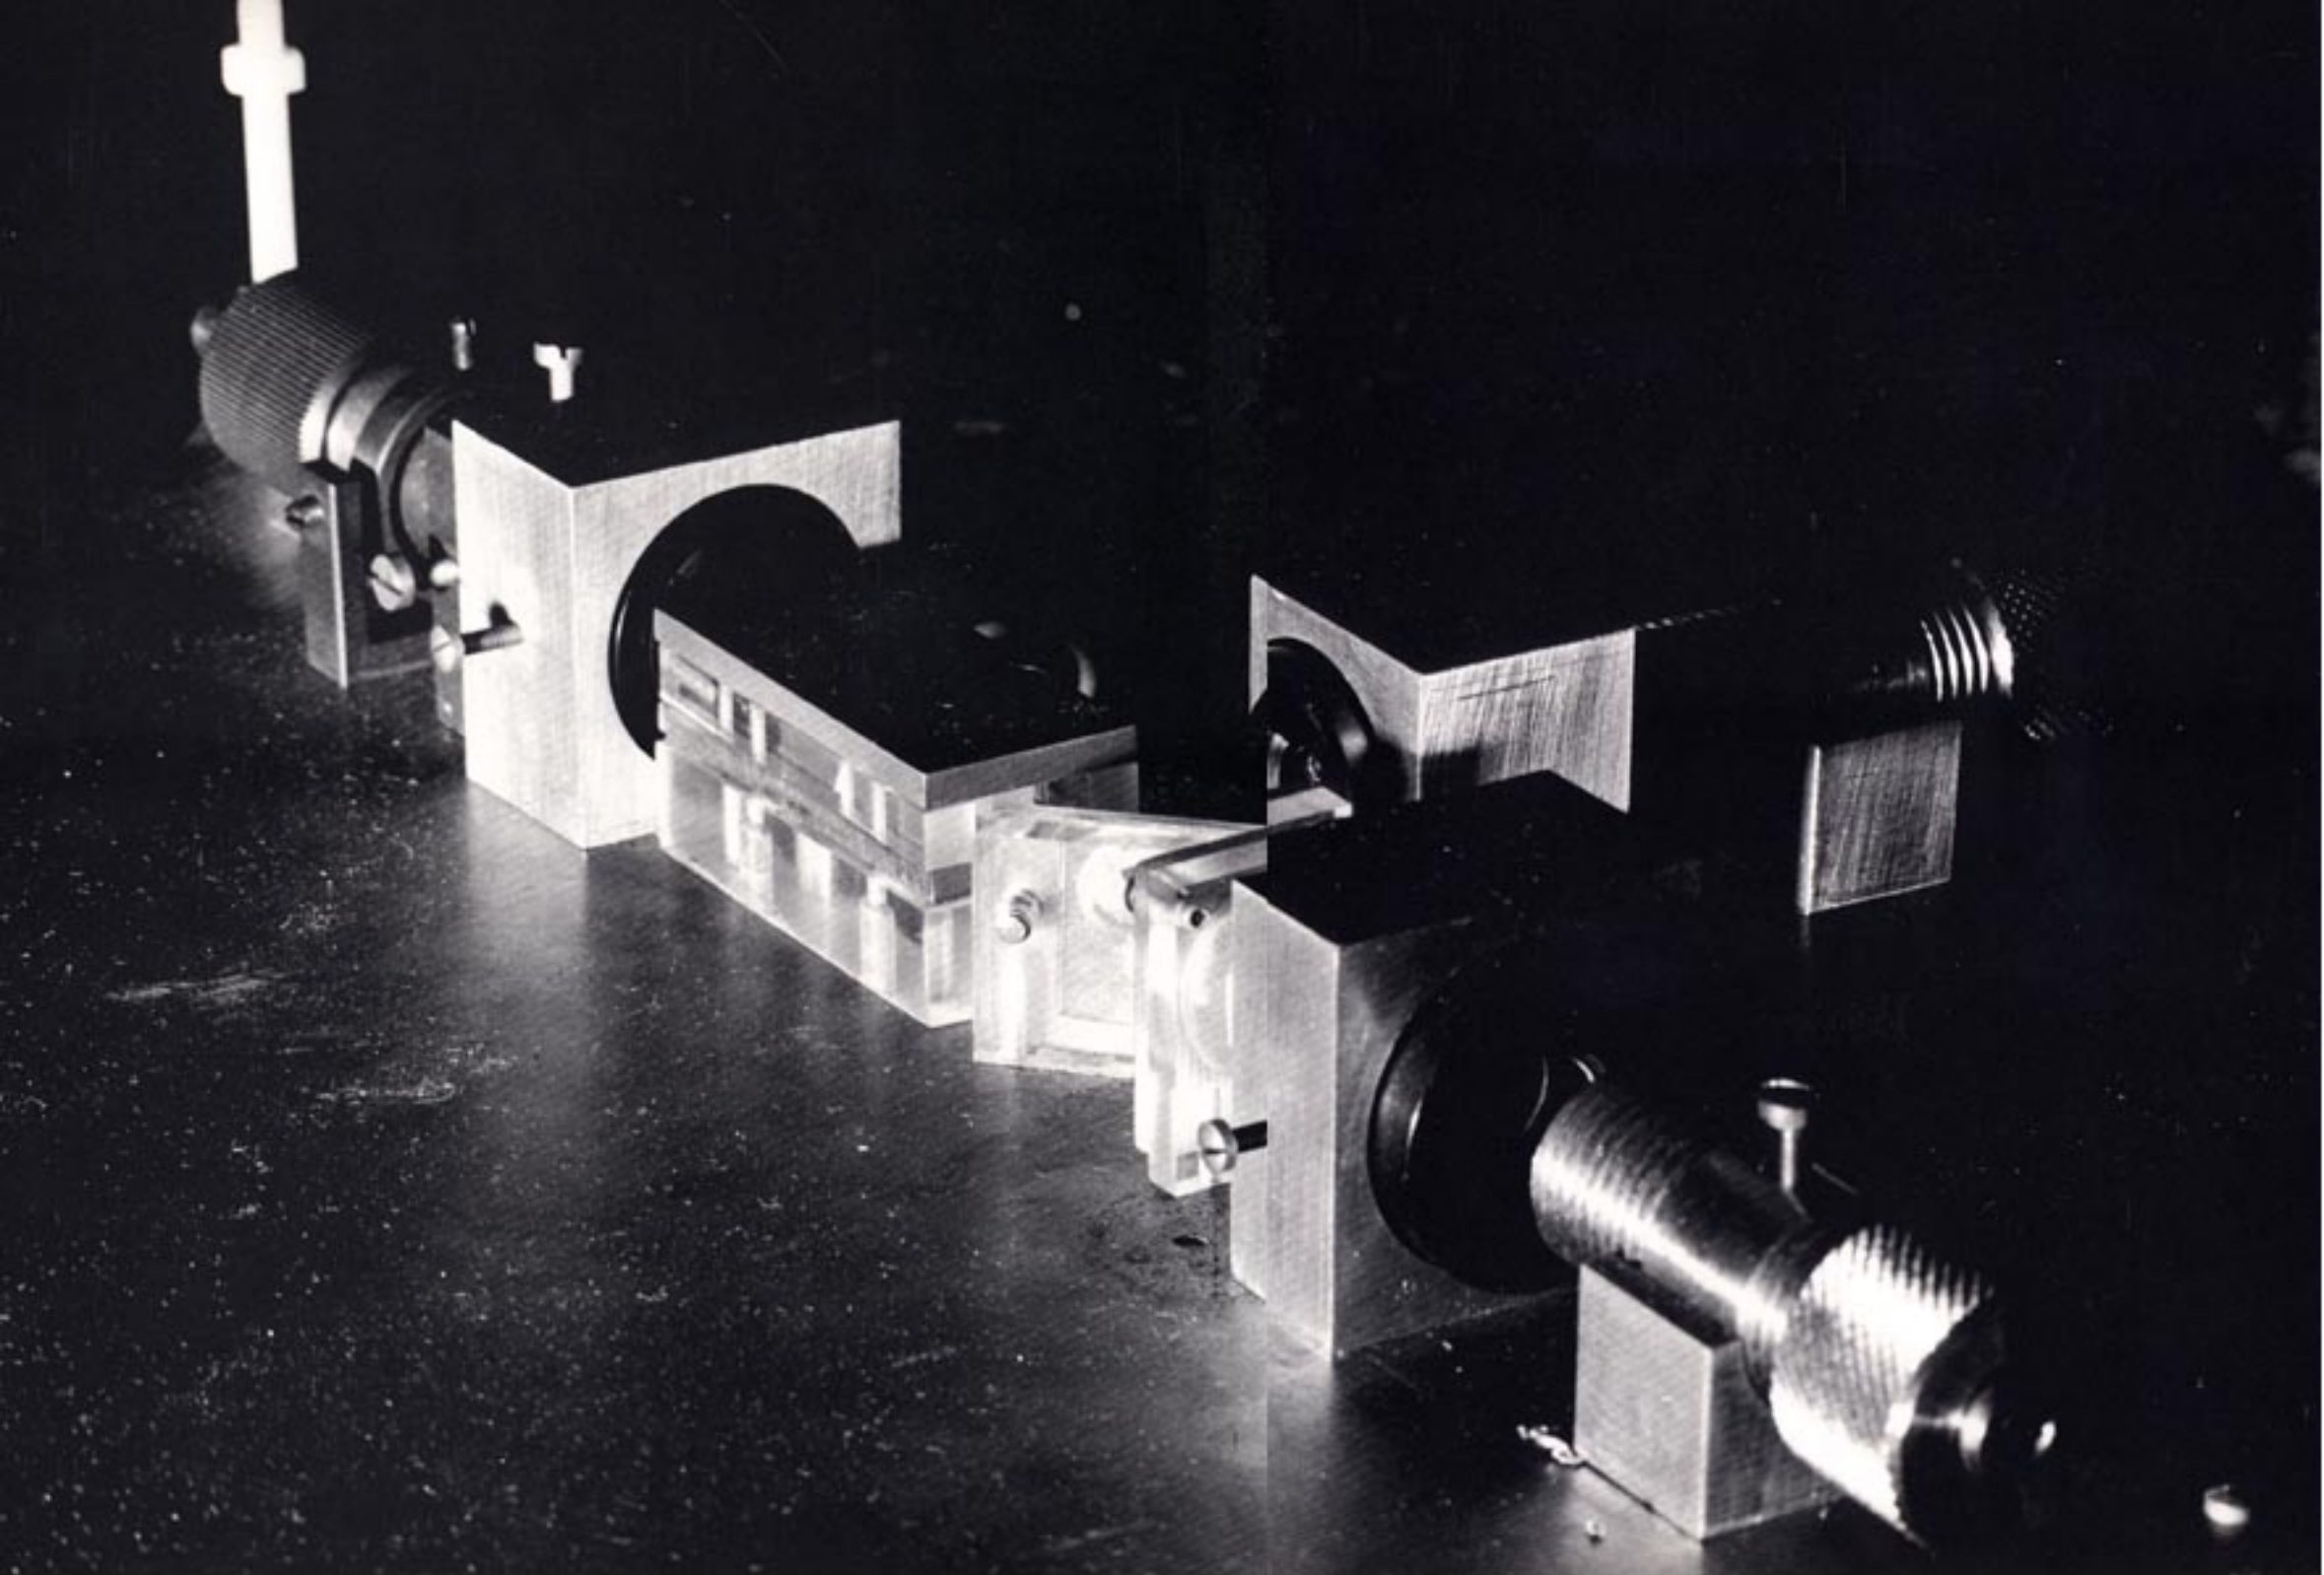

Figura 3 - Si misurano campi elettrici sfruttando le proprietà elettro-ottiche di alcuni cristalli
- Figura 3 Si misurano campi elettrici sfruttando le proprietà elettro-ottiche di alcuni cristalli.